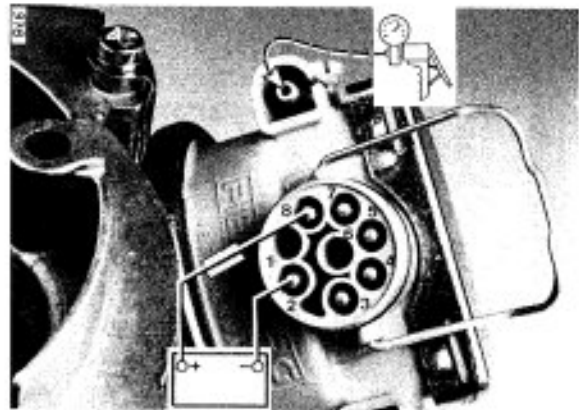

Bild 29
12. GASBETÄTIGUNG (Bild 29, 30)
- Steckanschlüsse (2 + 8) mit Spannung 12 V beaufschlagen, Bild 29.
- Mit Handunterdruckpumpe am belüftenden Ventil, s. Bild 29, Druckdifferenz erzeugen, bis der Stößel des Drosselklappenanstellers ganz eingezogen ist (Schubstellung).